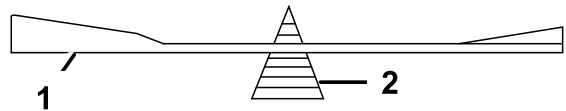

Figura 105
2. Controllate l'equilibrio della lama posizionandola su un bilanciatore (Figura 105).